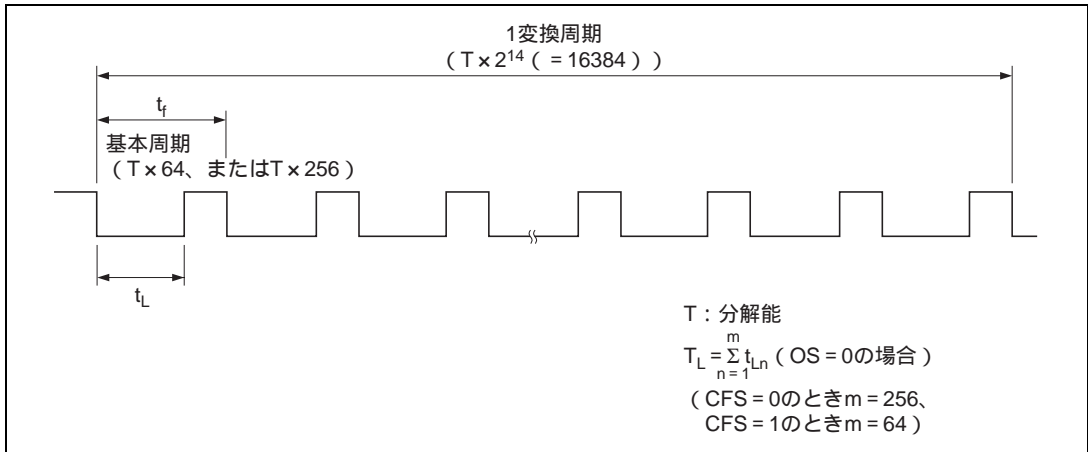

図 10.3 PWM (D/A) の動作
PWMX 端子からは、図 10.3 に示すような PWM 波形が出力されます。1 変換周期中に発生するパルス (CFS = 0 の場合 256 個、CFS = 1 の場合 64 個) の 0 レベル幅の合計 (TL) が DADR のデータと対応しています。OS = 0 の場合、この波形が直接出力されます。OS = 1 の場合、この波形が反転して出力されます。このとき 1 レベル幅の合計 (TH) が DADR のデータと対応しています。この様子を図 10.4 に示します。
CKS、CFS、OS ビットの設定と、分解能、基本周期、変換周期との関係を表 10.4 に示します。DADR の内容がある値以上ではないと PWM 出力は固定レベルとなります。PWM 出力が図 10.3 で説明した波形となる DADR の設定値と DADR の下位ビットを 0 に固定して、変換精度を 12 ビット、10 ビットとした場合の変換周期などをあわせて表 10.4 に示します。